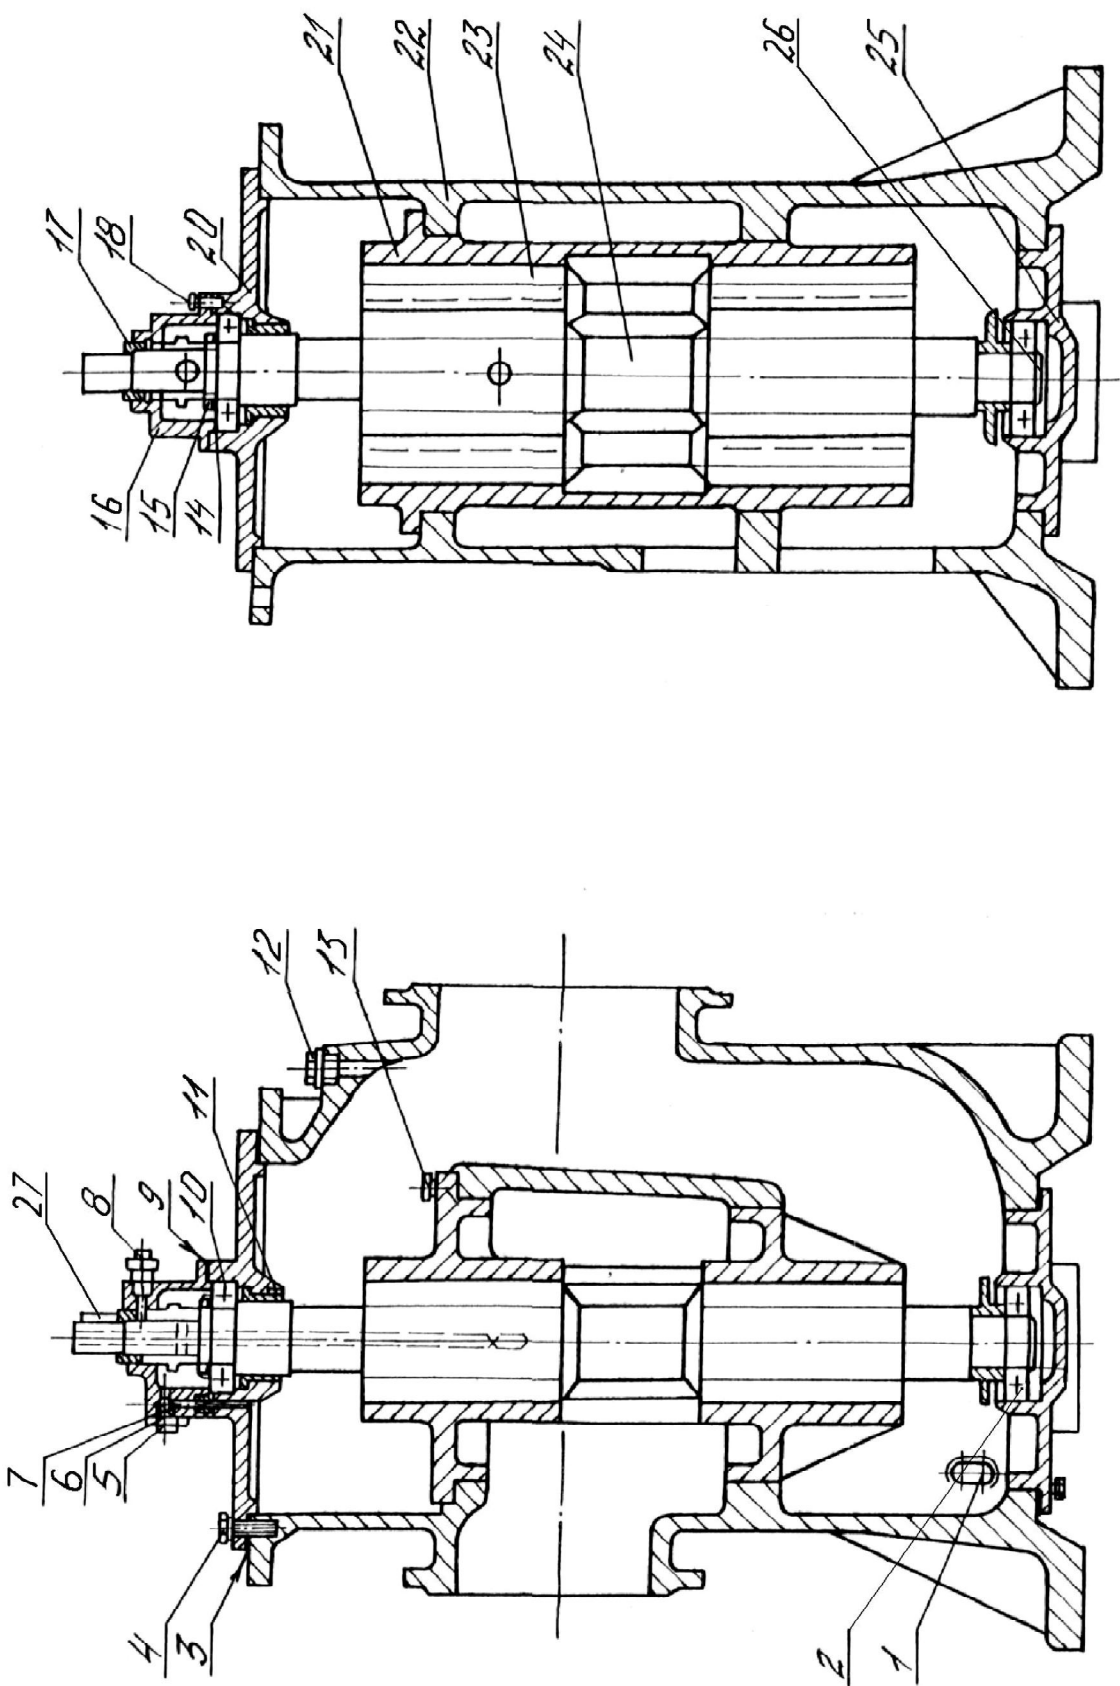
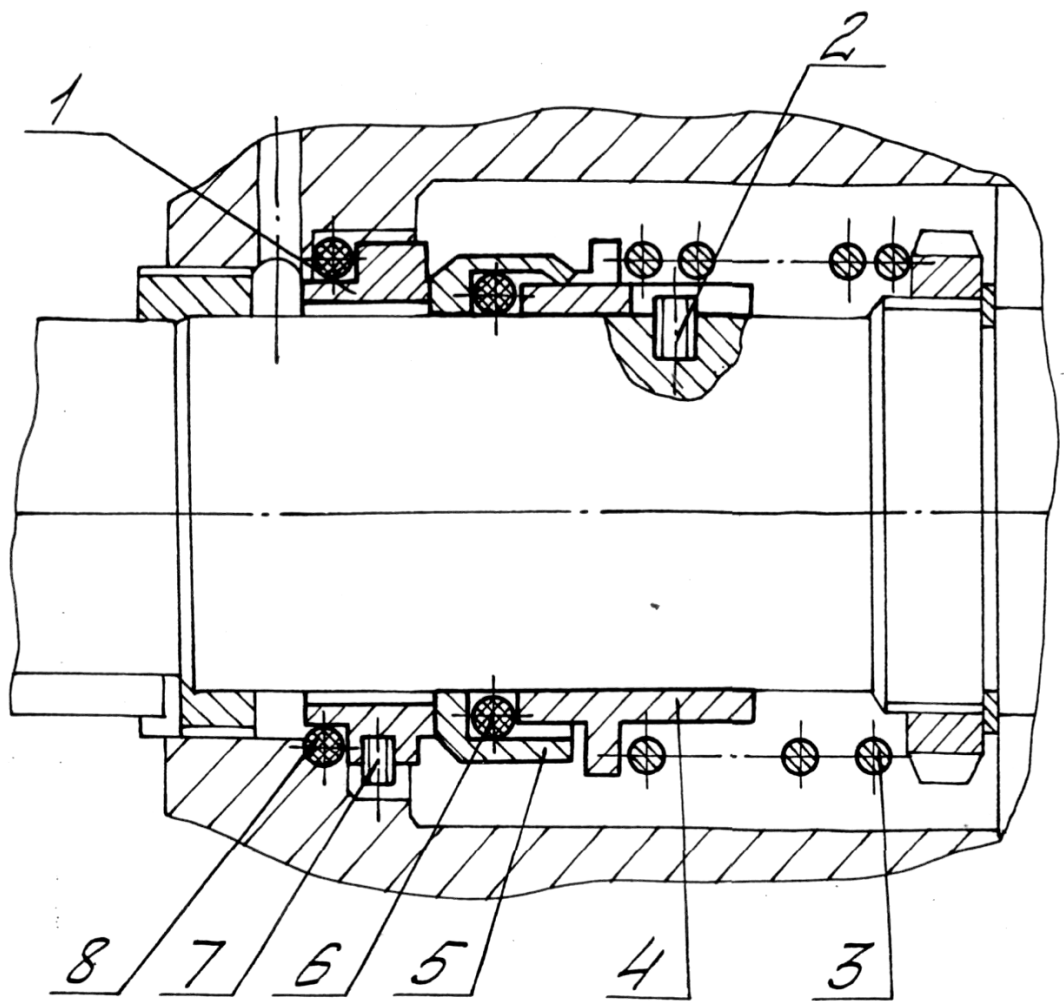

Рисунок 1 – Насос трехвинтовой А1 3Вх2 320/16
Рисунок 2 – Уплотнение торцовое УТ-55
- при сборке торцового уплотнения винт 2 (рисунок 2) должен войти в паз втулки упорной 4;
- установить в корпус насоса обойму 21 (рисунок 1) и закрепить ее болтами 13;
- надеть на винт пружину 3 (рисунок 2), втулку упорную 4, пята 5 с кольцом резиновым 6;
- надеть крышку сальника 16 (рисунок 1) с подпятником 1 (рисунок 2), кольцом резиновым 8 и прокладкой 9 (рисунок 1) и затянуть болты 18;